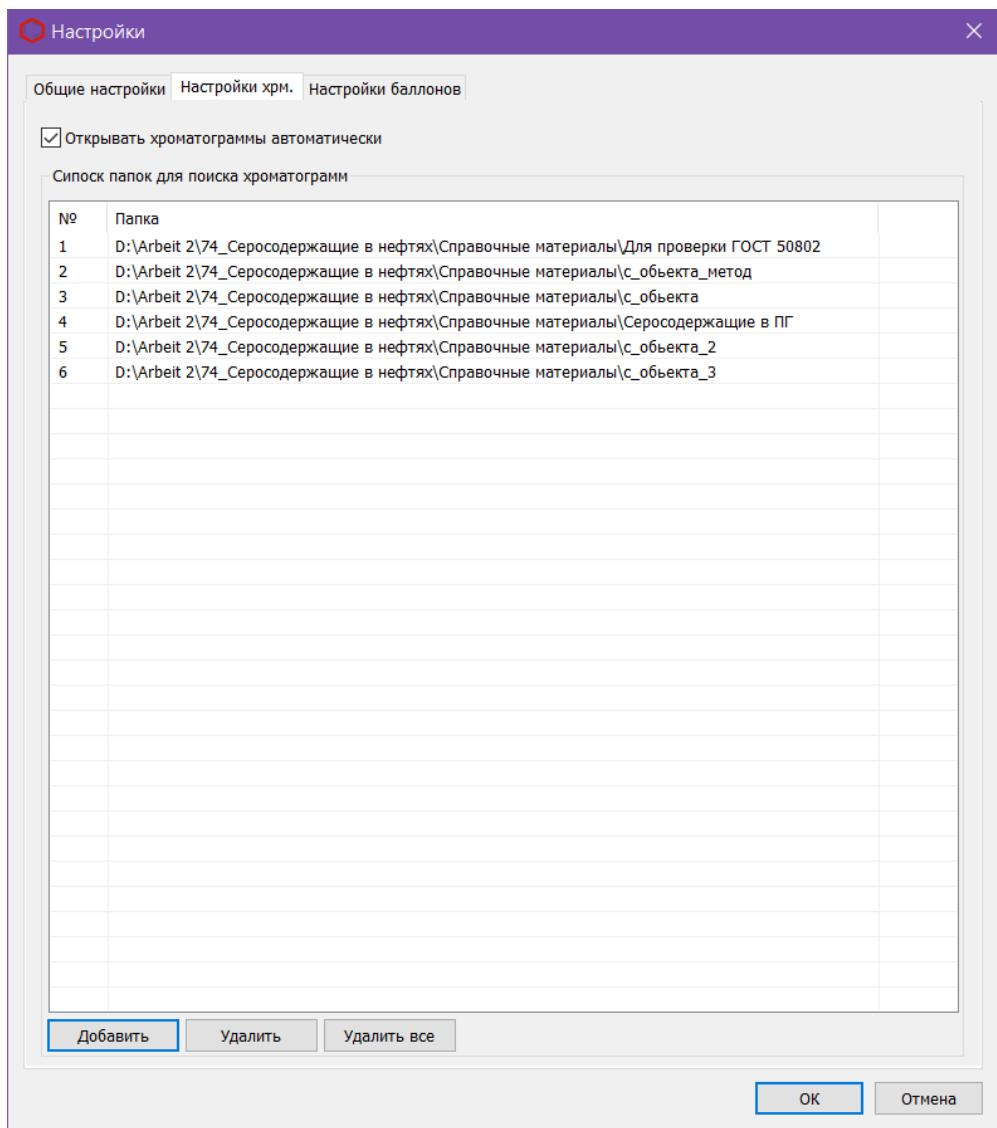

Рис. 11: Настройки: Настройки хроматограмм
2. В окне *Настройки* выберите вкладку *Настройки хром.* Список каталогов отображается в таблице (Рис. 11).